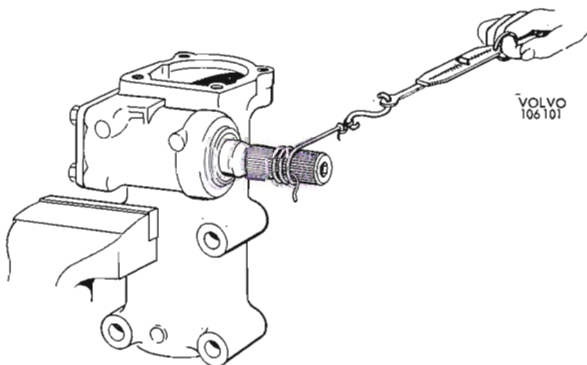
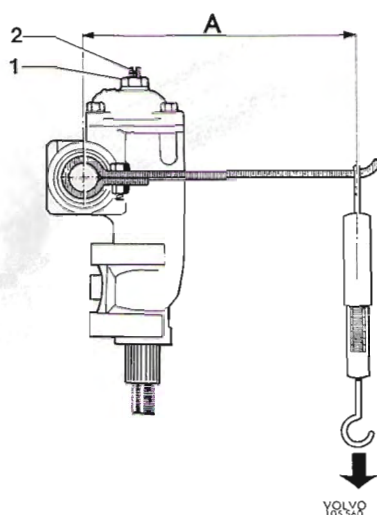
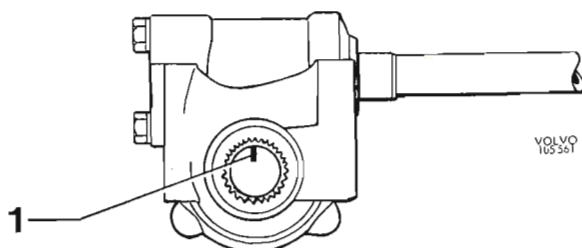

Abb. 53 Prüfung der Lagervorspannung
Abb. 56 Kontrolle des Flankenspiels,
Abb. 57 Lenkmittelstellung
Lenkgehäuse einbauen. Lenkgehäuse so in einen Schraubstock spannen, daß die Lenkschnecke waagrecht zu liegen kommt. Vorderen Lenkgetriebedeckel mit Scheibenbeilage und Paßscheiben von insgesamt gleicher Stärke wie beim Ausbau einbauen. Deckelschrauben festziehen und gleichzeitig kontrollieren, daß die Lenkschnecke sich zwar leicht, aber dennoch spielfrei umdrehen läßt. Bei richtiger Lagervorspannung soll das erforderliche Drehmoment für die Schnecke 1,0–2,5 kpcm betragen. Das Drehmoment wird mit Hilfe einer Schnur und einer Federwaage festgestellt, s. Abb. 53. Die Federwaage soll dabei eine Belastung zwischen 1,0 und 2,5 kp anzeigen. Bei abweichendem Drehmoment (Lagervorspannung) kann eine Berichtigung durch Entnahme bzw. Beilage weiterer Paßscheiben vorgenommen werden.
8. Lenkgetriebe in Mittelstellung drehen (Abb. 57). Stellschraube so weit hineindrehen, bis beim Überfahren der Lenkrollenmitte in beiden Richtungen ein spürbarer Widerstand entgegenwirkt. Die Einstellung des sog. „Druckpunktes“ der Lenkung kann auf verschiedene Weise gemessen werden. Geschieht die Messung mit Schnur und Federwaage, vgl. Abb. 53 soll die Waage einen Ausschlag von 8–14 kp in Lenkmittelstellung anzeigen. Bei der Messung mit Schwinghebel und Federwaage gem. Abb. 56 soll die Waage einen Ausschlag von 0,4–0,7 kp anzeigen. Bei einwandfreier Flankenvorspannung zwischen Schnecke und Rolle wird die Stellschraube mit der Gegenmutter abgesichert. Die Kontrollmessung ist nach Absicherung der Stellschraube zu wiederholen.
1. Lenkgetriebe und Lenkrad in Lenkmittelstellung drehen (Abb. 57).